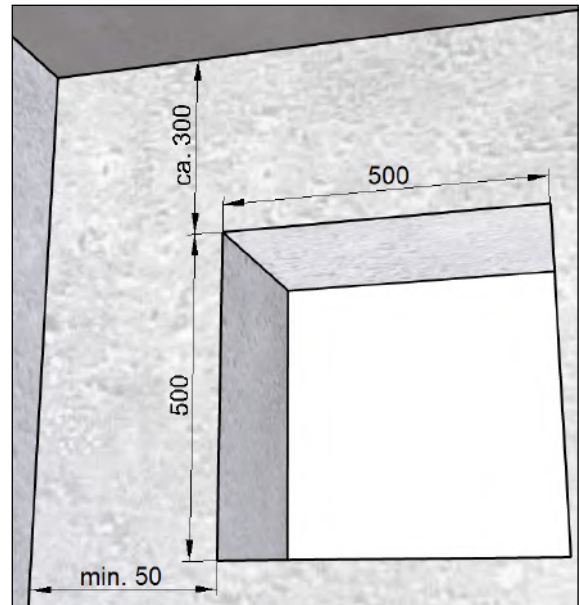

Abb. 14: Mauerdurchbruch für Montageset **mit** Füllstück, Maße in Millimeter
- Mauerdurchbruch komplett (siehe Abb. 14 auf Seite 18) für Montageset **mit** Füllstück M-WRG-M/Fü